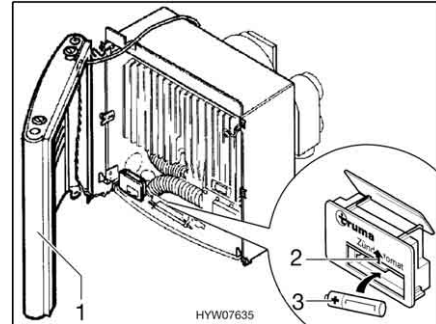

Fig. 110 Riscaldamento acceso
- Posare da un lato la copertura (Fig. 110,1) di modo da non dover estrarre il cavo di allacciamento per la ventola dell'aria calda e per la lampadina di controllo accensione.
- Spingere la copertura del vano batteria sul dispositivo di accensione (Fig. 110,2) verso l'alto.
- Inserire una nuova batteria (Fig. 110,3) dello stesso tipo nel vano batteria del dispositivo di accensione rispettando la polarità (+/-). Utilizzare soltanto batterie Mignon resistenti alle alte temperature (+70 °C) e sicure da perdite.